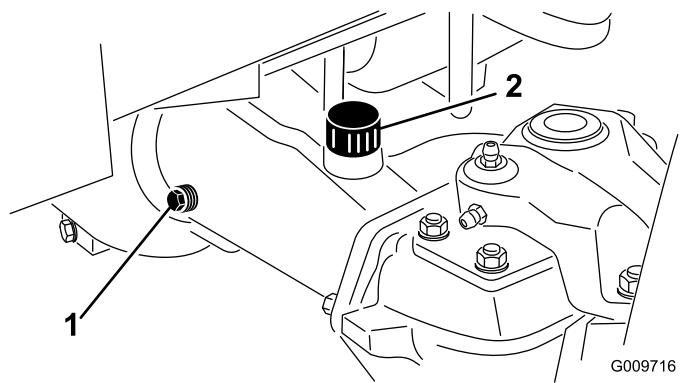

図 44
- アクスルの一方の端部から点検用プラグ 図 44 を抜き、穴の高さまで潤滑油があることを確認する。量が不足の場合は、給油プラグ 図 44 をはずして補給する。